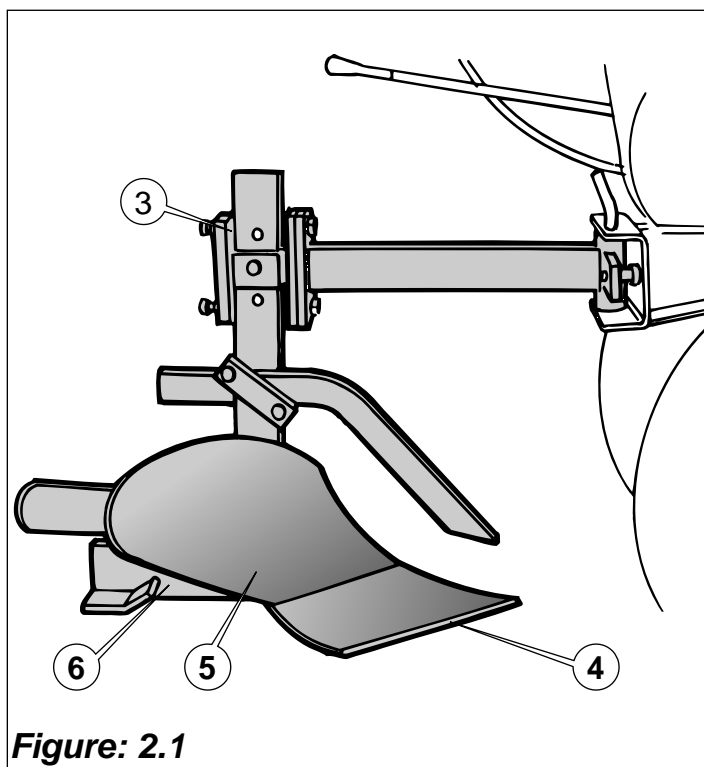
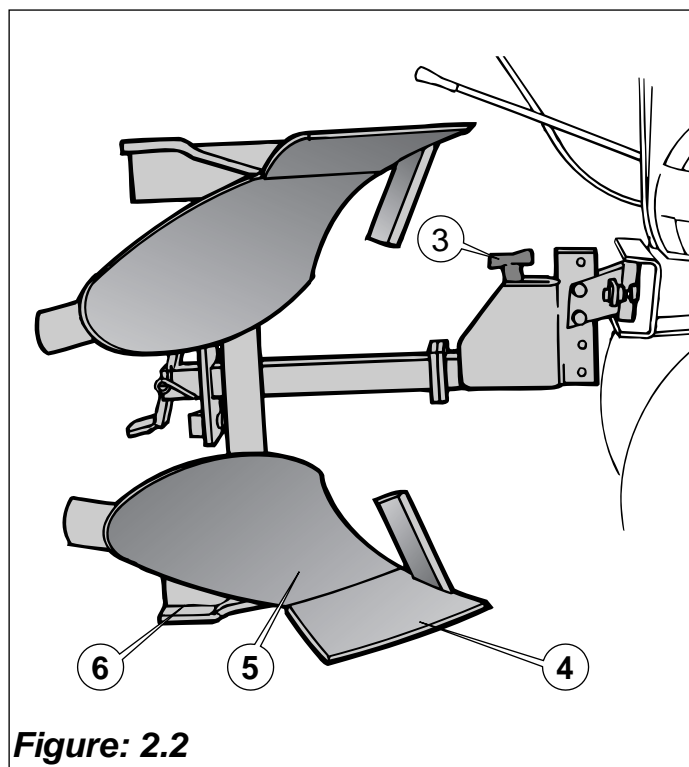

Figure: 2.1
Figure: 2.2
Le labour s'effectue avec une charrue (Figure: 2.1) ou un brabant (Figure: 2.2). Mais l'ensemble des accessoires comprend toujours un système pour le réglage (3), un soc (4), un versoir (5) et un talon (6). Le labour est correct quand tout est bien réglé.